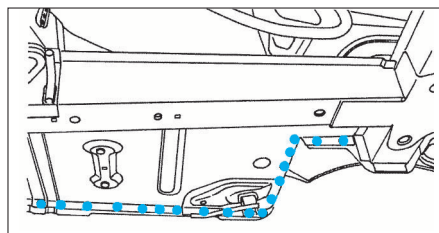

FIG. 92
- Souder par points bouchon à l'arc sous protection gazeuse les points (2).
- Souder à la pointeuse électrique (Fig.92).